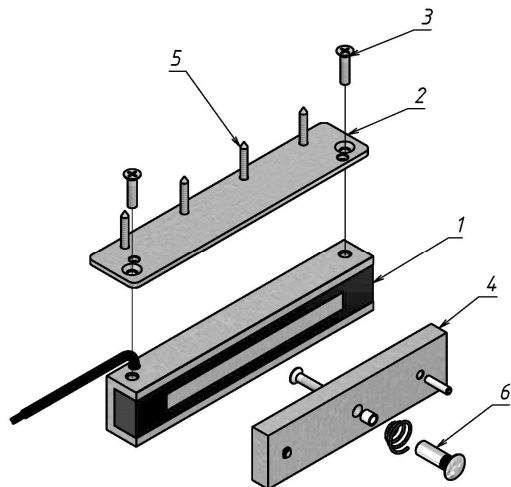
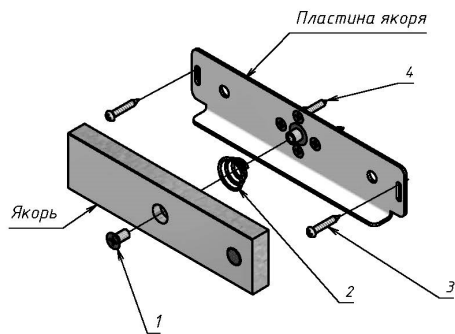

Рисунок 1 – Комплект поставки замка AL-350FB-M-01
Рисунок 2 – Якорь с комплектом крепления якоря 350P
3.2 В комплект поставки замка AL-350FB-M-01 входят (рисунок 1):
- корпус (1) -1 шт.
- пластина (2) -1 шт.
- винт М6х25 (3) -2 шт.
- якорь (4) -1 шт.
- комплект крепления якоря (6):
3.3 В комплекте поставки замка AL-350FB-M-02 комплект крепления якоря (поз.6 рисунок 1) заменен комплектом крепления якоря **350P** (рисунок 2): пластина якоря, винт М6х12 (1), пружина (2), саморез 4х25 п/к (3) -2 шт. - саморез 4,2х25 потайн. (4) - 4 шт.)
- комплект крепления якоря 350P (рисунок 2);
5.2 Корпус замка размещается в верхней части дверной коробки. В зависимости от ширины дверной коробки монтажная пластина (поз.2 рисунок 1) ориентируется на корпусе замка и крепится с помощью винтов М6 (поз.3 рисунок 1). Варианты крепления корпуса замка на пластине приведены на рисунке 3.
5.4 Якорь замка для варианта поставки AL-350FB-M-02 устанавливается без сверления монтажных отверстий в двери и без штифта с помощью комплекта крепления якоря 350P (рисунок 2). Якорь соединяется с пластиной крепления якоря винтом М6х12 (поз.1) через амортизирующую пружину (поз.2) и затем через регулировочные пазы в пластине крепится саморезами (поз.3) к двери. После окончательной регулировки взаимного положения корпуса и якоря при закрытой двери саморезы (поз.3) затягиваются, якорь снимается с пластины и выполняется крепление пластины к двери саморезами (поз.4), после чего якорь снова устанавливается на пластину.